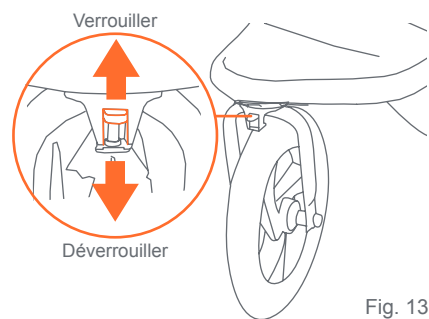

Fig. 13
13) • Le roue avant sont équipées d'un dispositif de verrouillage pour les bloquer de pivoter. Levez le levier roue pour engager le verrou et poussez le levier vers le bas pour dégager le dispositif de verrouillage (Fig. 13).